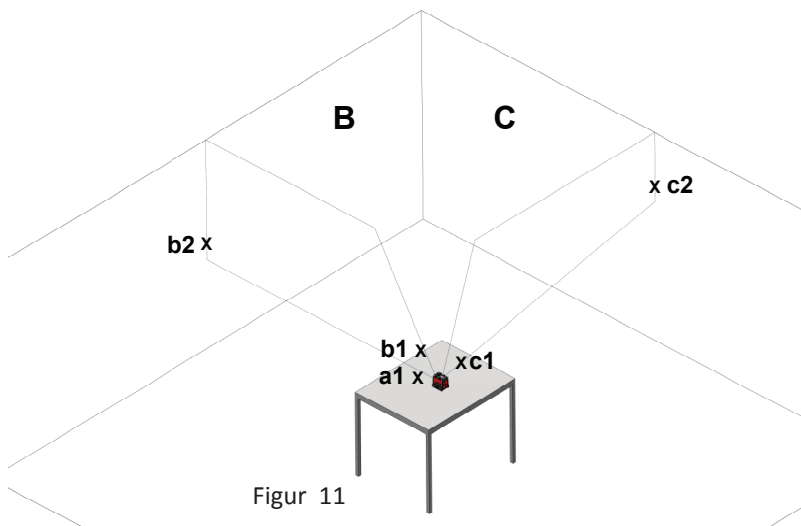

Figur 9
- 2) Lås opp pendelen og trykk 4 ganger på trykknappen **V/H** for å sende de vertikale strålene fremover og fra siden. (se figur 9)